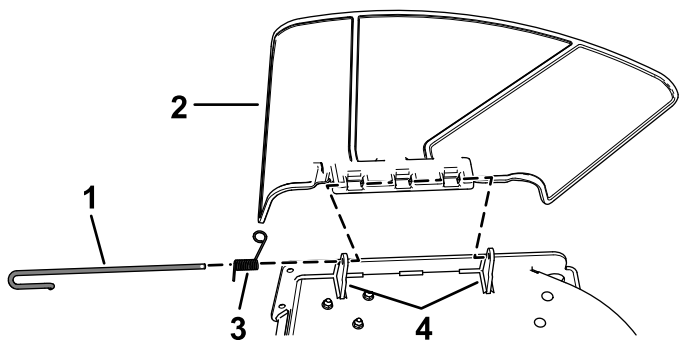

Figure 66
- Désengagez le ressort du cran dans le support de déflecteur et sortez la tige des supports soudés du tablier, du ressort et du déflecteur d'éjection (Figure 66).